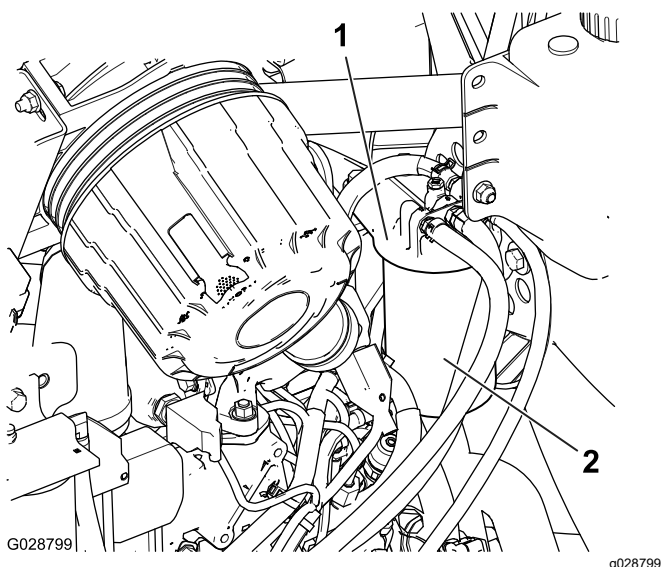

Figura 57
1. Pulite le superfici circostanti la testa del filtro del carburante (**Figura 57**).
2. Togliete il filtro e pulite la superficie di montaggio della testa del filtro (**Figura 57**).